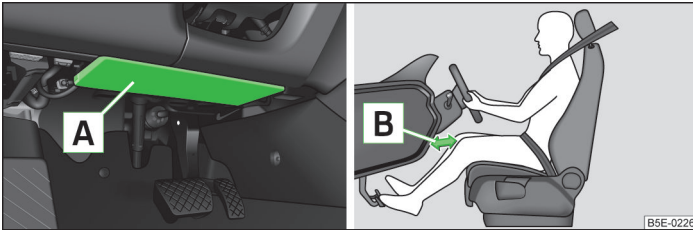

Fig. 160 Airbag de genoux du conducteur sous la colonne de direction
L'airbag de genoux du conducteur **A** est logé dans la partie inférieure du tableau de bord sous la colonne de direction » fig. 160.
- Réglez le siège du conducteur en sens longitudinal de façon à ce que la distance **B** entre les jambes et le tableau de bord à hauteur de l'airbag de protection des genoux soit de 10 cm au moins » fig. 160. S'il n'est pas possible de remplir cette condition pour des raisons de taille corporelle, veuillez consulter un atelier spécialisé ŠKODA.